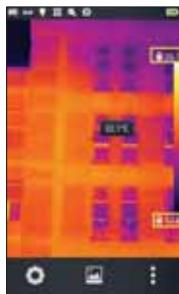
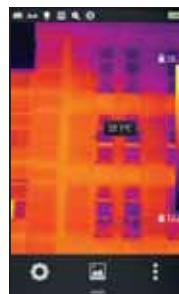

图1
图2
1. 实时成像界面点击调色板顶部或底部温度数据区域(如图1所示黄色方框区域),进入“手动调光模式”,调光参数加锁(如下图2所示)